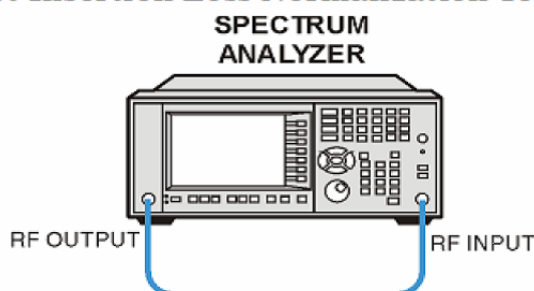

Figura 1: Conexión de calibración del Analizador de Espectros para la calibración de la prueba de two port insertion loss.
- Conecte el cable de prueba (pero no el dispositivo a probar) del conector RF Output a entrada del analizador, como se muestra en la figura 1.